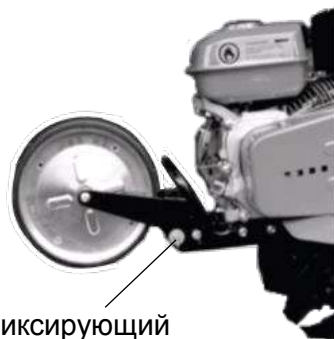

Рис.10
6. Перед началом работ переведите транспортное колесо в верхнее положение. Для этого вытащите фиксирующий палец, (см рис. 10) поднимите колесо вверх до совпадения отверстий и вставьте фиксирующий палец.